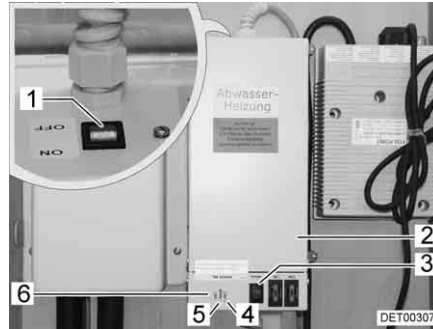

Bild 130 Transformator med regulator
Transformatorn 230 V AC/12 V DC (Bild 130,2) är beroende på modell monterad i klädskåpet eller i den främre bänken på sittgruppen.
- Kontrolllampan (Bild 130,5) lyser grönt: Regleringen aktiv
- Kontrolllamporna (Bild 130,4 och 6) lyser rött: Avloppsledningarna värms upp
I huset sitter en återfjädrande kontrollknapp (Bild 130,3) med vilken regulatorn kan tas i drift under en kort tid. Genom att trycka på den återfjädrande kontrollknappen låter sig uppvärmningen testas, även när omgivningstemperaturen ligger över 5 °C.
- Ställ brytaren (Bild 130,1) på transformatorn (Bild 130,2) på "ON".
- Ställ brytaren (Bild 130,1) på transformatorn (Bild 130,2) på "OFF".